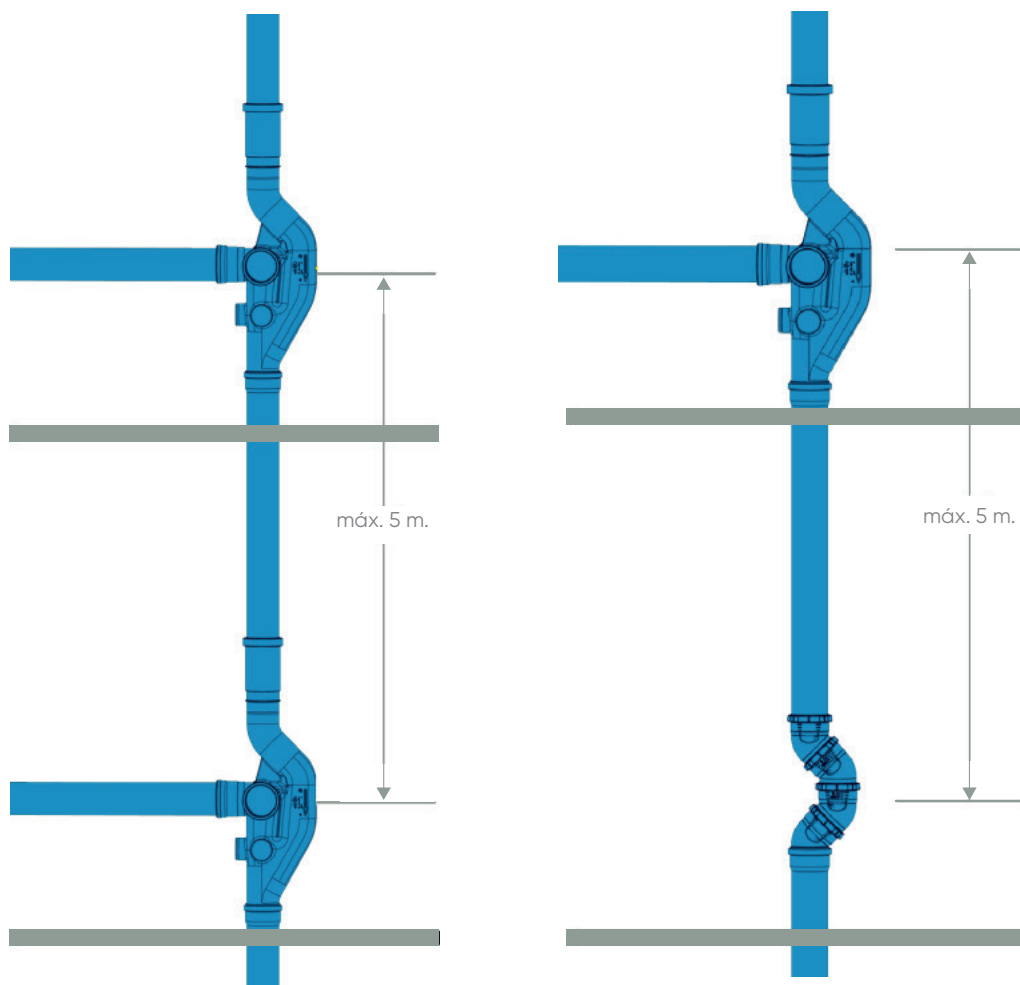

Fig. 16
- La distancia máxima entre los accesorios Akavent es  $h = 5$  m (Fig. 16).
- En caso de que la distancia sea superior a 5 m, se deberá realizar un elemento adicional que reduzca la velocidad de las aguas residuales (Fig. 16).